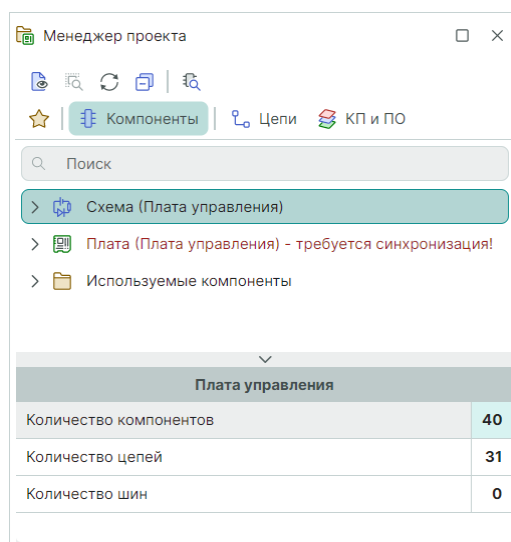

Рис. 296 Синхронизация через открытие платы проекта
1. Откройте плату проекта, см. Рис. 296.